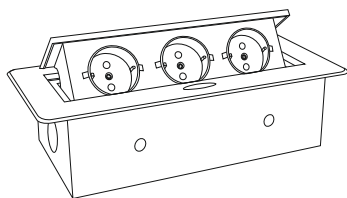
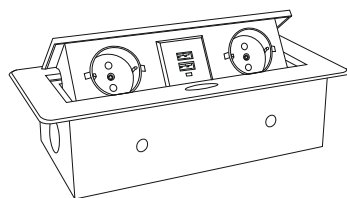

Рис. 1
Рис. 2
- Блок розеток выдвижной горизонтальный (Рис.1, Рис.2) (в дальнейшем — **блок розеток**) подходит для установки на кухне, на рабочем столе дома и в офисе, на рабочей станции, в гостиничном номере, конференц-зале.
- Блоки розеток 11.106.06.012, 11.106.06.013, 11.800.00.018 (рис.1) имеют 3 электрические розетки с заземлением. Блоки розеток 11.106.05.012, 11.106.05.013, 11.800.00.019 имеют 2 электрические розетки с заземлением и 2 USB разъема для зарядки мобильных телефонов, планшетов и других портативных электронных устройств.